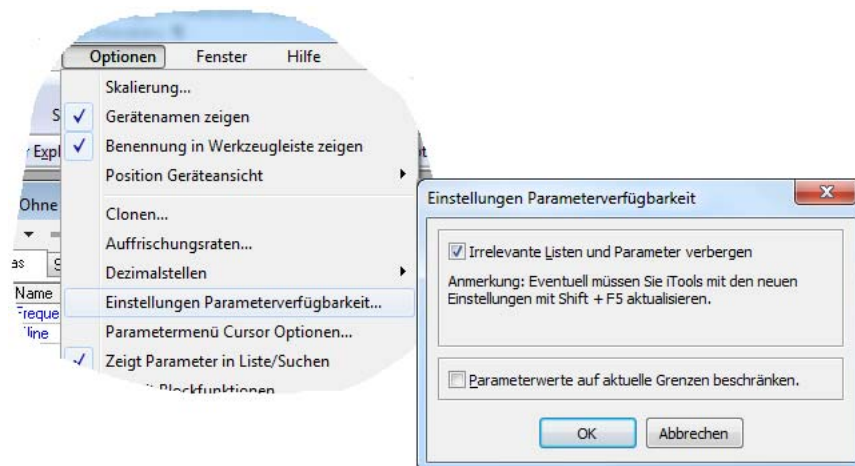

Abbildung 8.130: Parameter zeigen/verbergen
3. Ausgeblendete Parameter. In der Voreinstellung blendet iTools Parameter aus, die im aktuellen Kontext nicht relevant sind. Solche ausgeblendeten Parameter können Sie in der Tabelle über die Einstellung „Parameterverfügbarkeit“ (im Optionsmenü) einblenden (Abbildung 8.130). Derartige Einträge werden mit einem schattierten Hintergrund angezeigt.